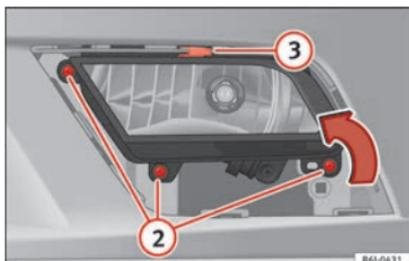

Fig. 102 Phare antibrouillard.
- Retirez les 3 vis » fig. 102 ② pour extraire le phare antibrouillard.
- Retirez l'agrafe métallique située sur la partie supérieure du phare antibrouillard vers l'extérieur du véhicule » fig. 102 ③.